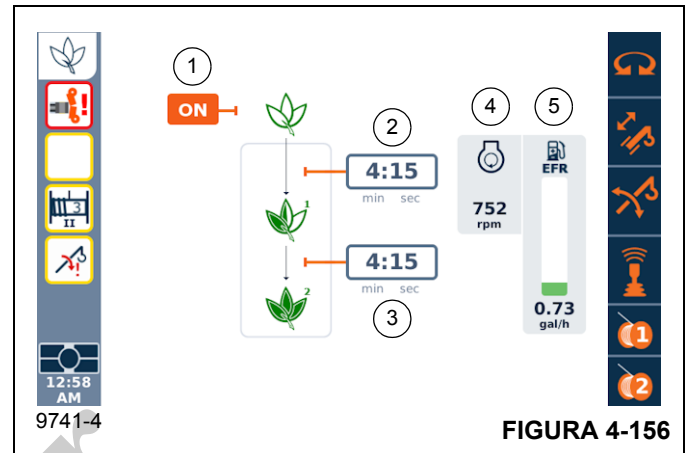

FIGURA 4-156
La pantalla de la función del modo ECO (Figura 4-156) permite al operador activar o desactivar la función de modo ECO. La pantalla de funciones también permite al operador especificar los períodos de inactividad de la función de la grúa antes de que se reduzca la velocidad del motor de la grúa de la velocidad de trabajo a las dos velocidades de ralentí.
El icono de encendido/apagado (1, Figura 4-156) se utiliza para activar o desactivar la función del modo ECO.
- La velocidad del motor disminuirá automáticamente a la velocidad de ralentí de 950 rpm después de que todas las funciones de la grúa se hayan detenido (palancas de control en posición neutral) y el período que se especificó en el ajuste de retraso de tiempo de velocidad de ralentí 1 (2, Figura 4-156) haya pasado.
- La velocidad del motor disminuirá automáticamente a la velocidad de ralentí de 800 rpm después de que todas las funciones de la grúa se hayan detenido y el período que se especificó en el ajuste de retraso de tiempo de velocidad de ralentí 2 (3, Figura 4-156) haya pasado.
1. Oprima el botón de cambio de pantalla (1, Figura 4-157) en el cuadrante selector para seleccionar el control de pantalla del ODM. Use el cuadrante selector (2, Figura 4-157) para seleccionar uno de los campos de número de retardo de tiempo (el cuadro alrededor del número se tornará naranja, Figura 4-156) y luego oprima el cuadrante selector (2) (el número se pondrá blanco con un fondo naranja).
Use los botones de flecha (3, Figura 4-157) en el panel de control de navegación en el ODM para seleccionar uno de los campos de número de retardo de tiempo (el cuadro alrededor del número se tornará naranja, Figura 4-156) y luego oprima el botón OK (Aceptar) (4) (el número se pondrá blanco con un fondo naranja).